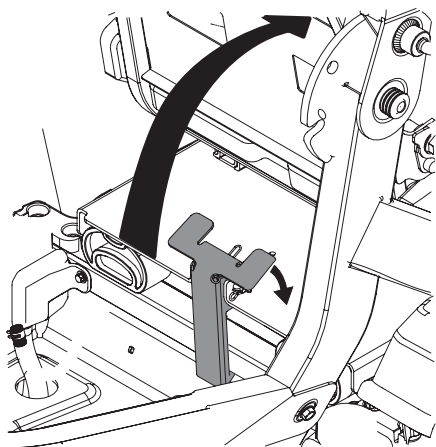

Figura 22
4. Gire todo el conjunto del asiento hacia arriba (Figura 22).